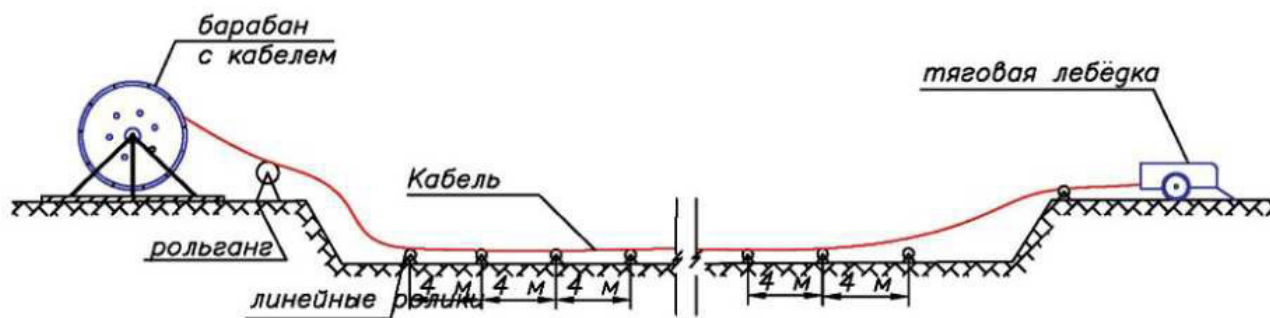

Рисунок 6 – вариант монтажа кабеля одной лебедкой
1. прокладка кабеля одной лебёдкой (см. рис. 6);